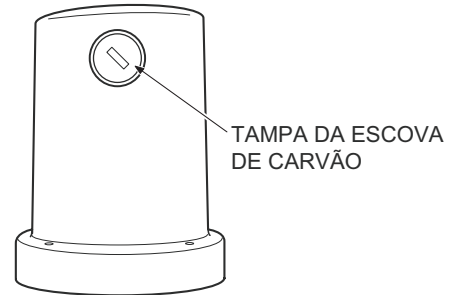

Figura 9. Substituir as Escovas de Carvão
3. Remova o painel traseiro e a chapa inferior da máquina de modo que a estrutura exterior do motor fique visível (Figura 9).